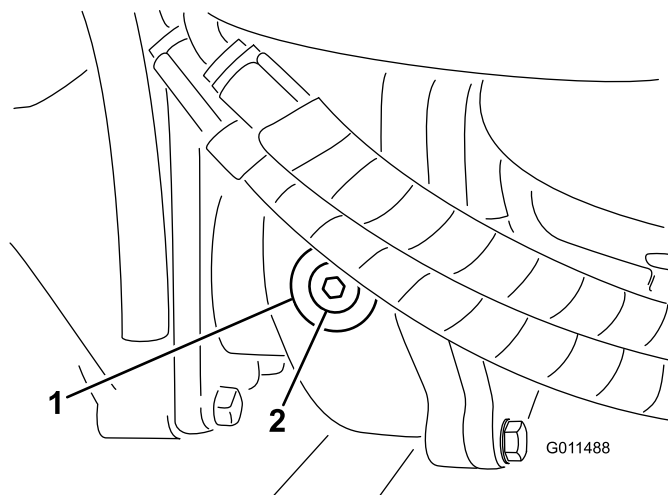

Figure 65
2. Enlevez le bouchon de contrôle/remplissage du côté gauche du boîtier d'engrenages et vérifiez que le lubrifiant atteint la base de l'orifice (Figure 65).